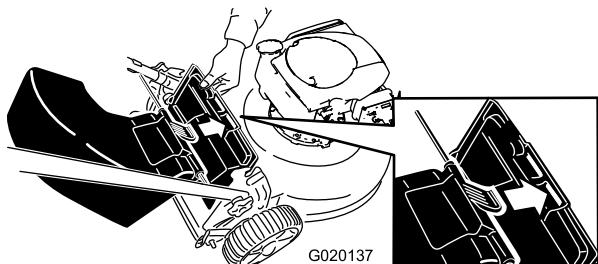

Bild 17
- Setzen Sie die Lasche am Heckauswurfablenkblech in den rechten Schlitz am hinteren Ablenkblech (Bild 17).